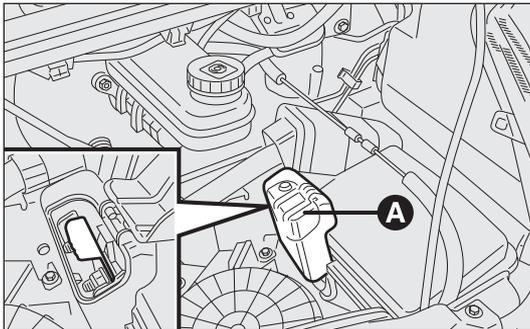

Abb. 163
- den kleinen Deckel A anheben, um an den Anschluss am Batteriepluspol zu gelangen Abb. 163.